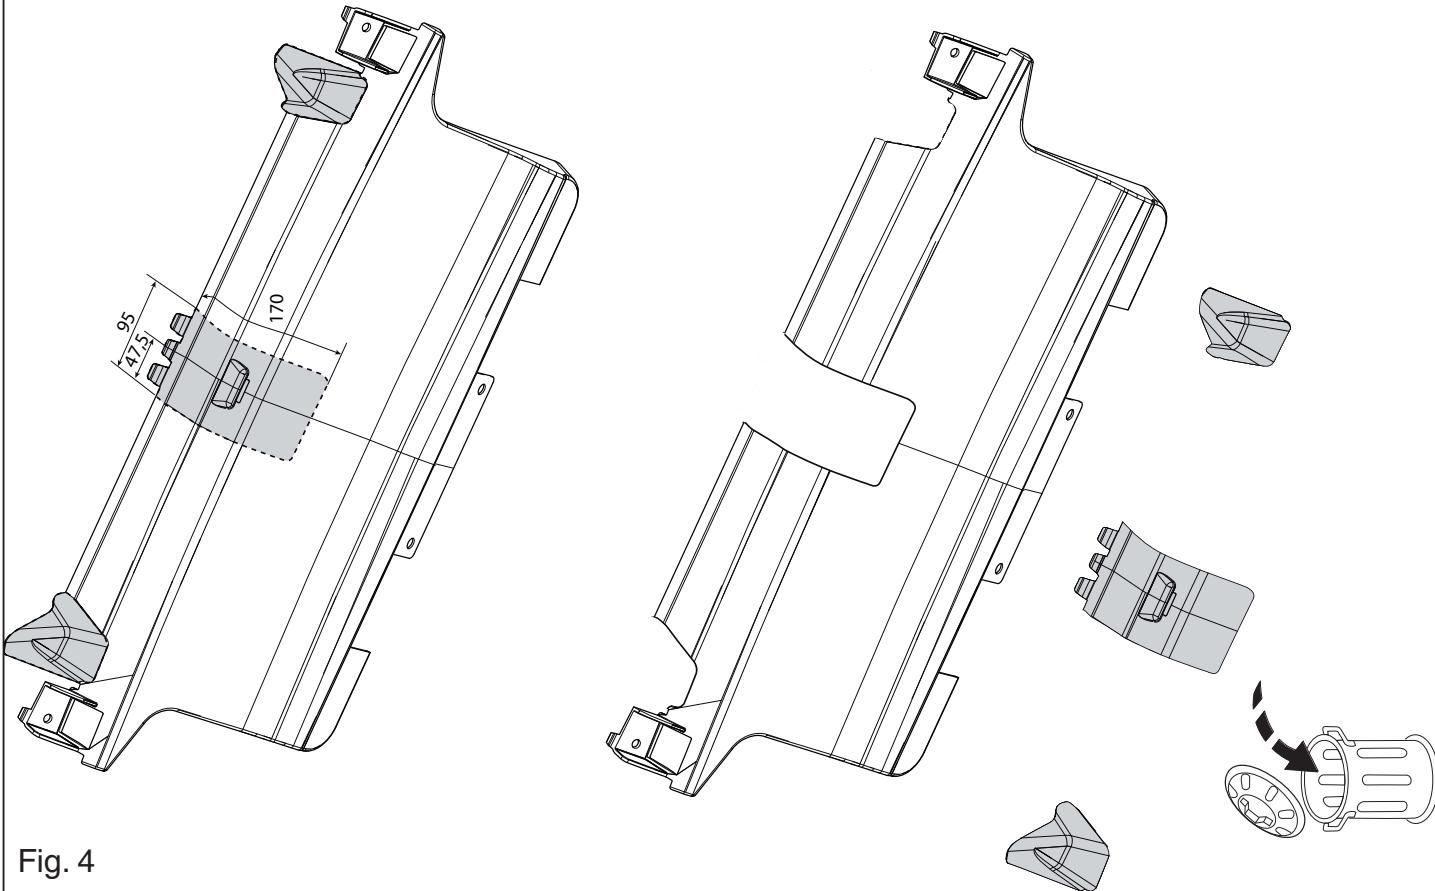

Fig. 4
- Выпилить обозначенные части, как указано на рис. 4 и 5.